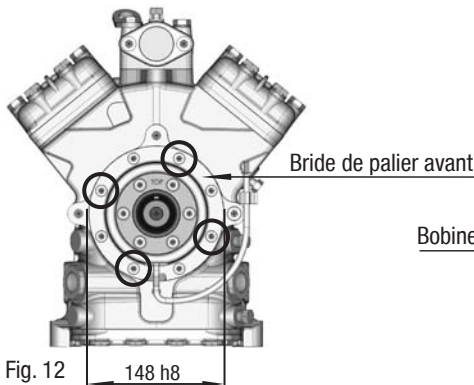

Fig. 12
- Pour recevoir la bobine de l'embrayage électromagnétique, la bride de palier avant possède un ajustement fin  $\varnothing 148 \text{ h8}$  (voir fig. 12).
- Pour monter la bobine, desserrer 4 vis cylindriques M8 de la bride de palier (voir fig. 12).